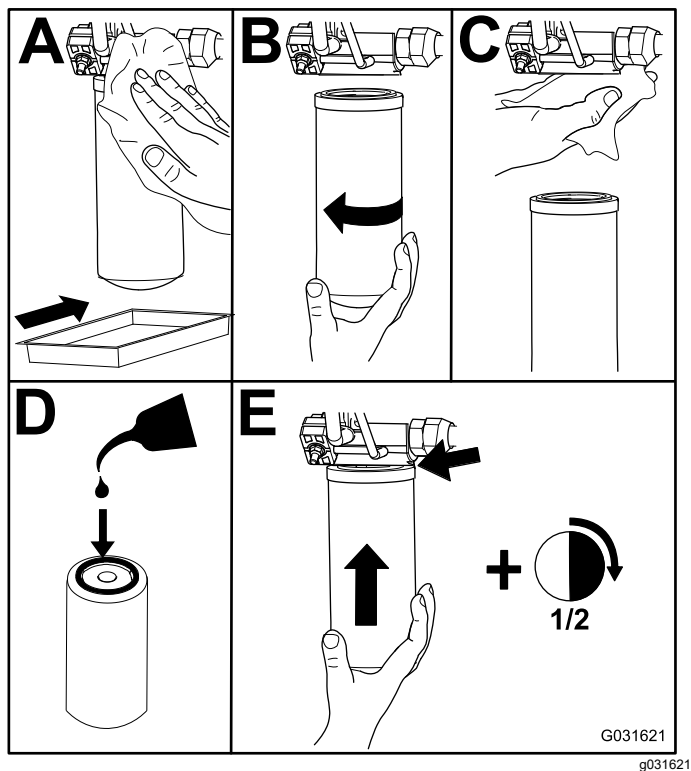

Figura 119
2. Cambie los filtros hidráulicos (Figura 119).